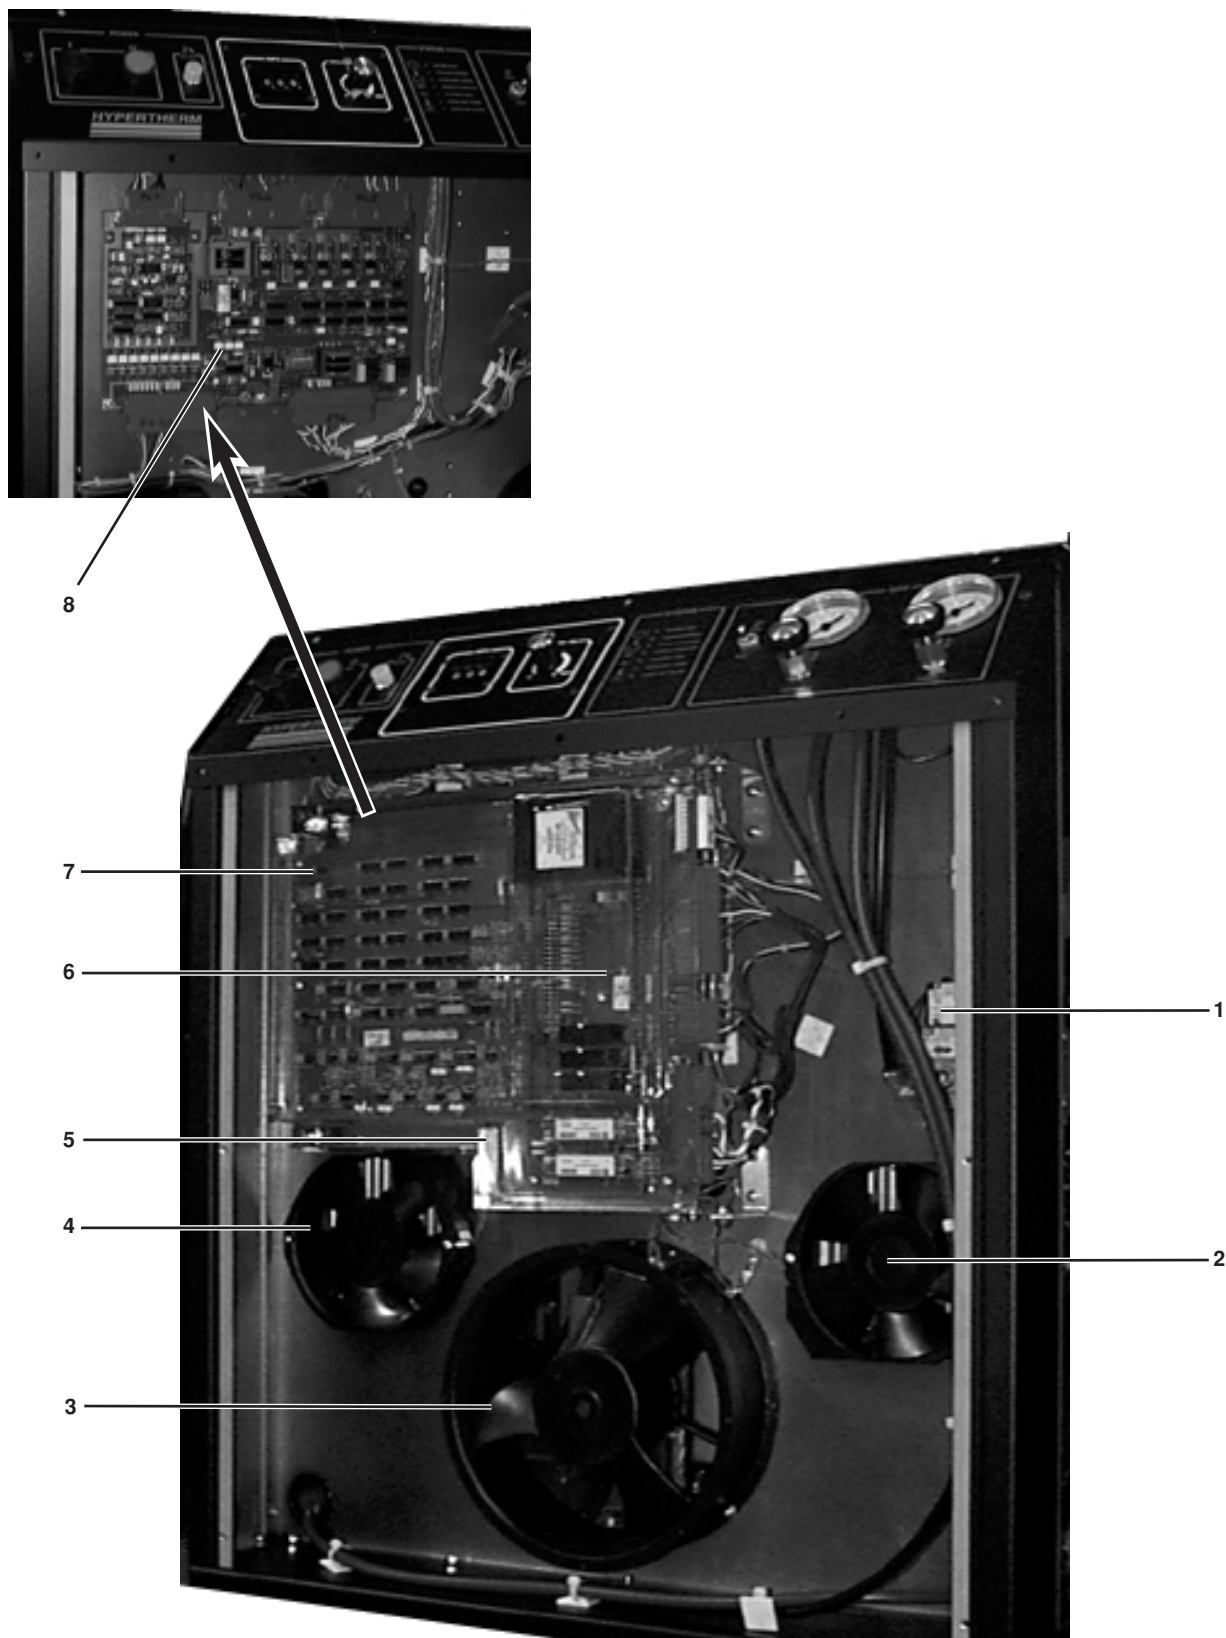

Abbildung 6-2 Stromquelle – Vorderansicht
* Stromquellen mit THC – 073020, 073021, 073022, 073023, 073024 and 073213 (CE)
** Stromquellen ohne THC – 073002, 073003, 073004, 073005, 073026 and 073200 (CE)
*** Position nicht in Abb. 6-2 dargestellt. Siehe MAX200 Servicehandbuch IM-162 (801620), Abschnitt 3, *Routinemäßige Wartung*, um den Filter zu überprüfen und auszutauschen.